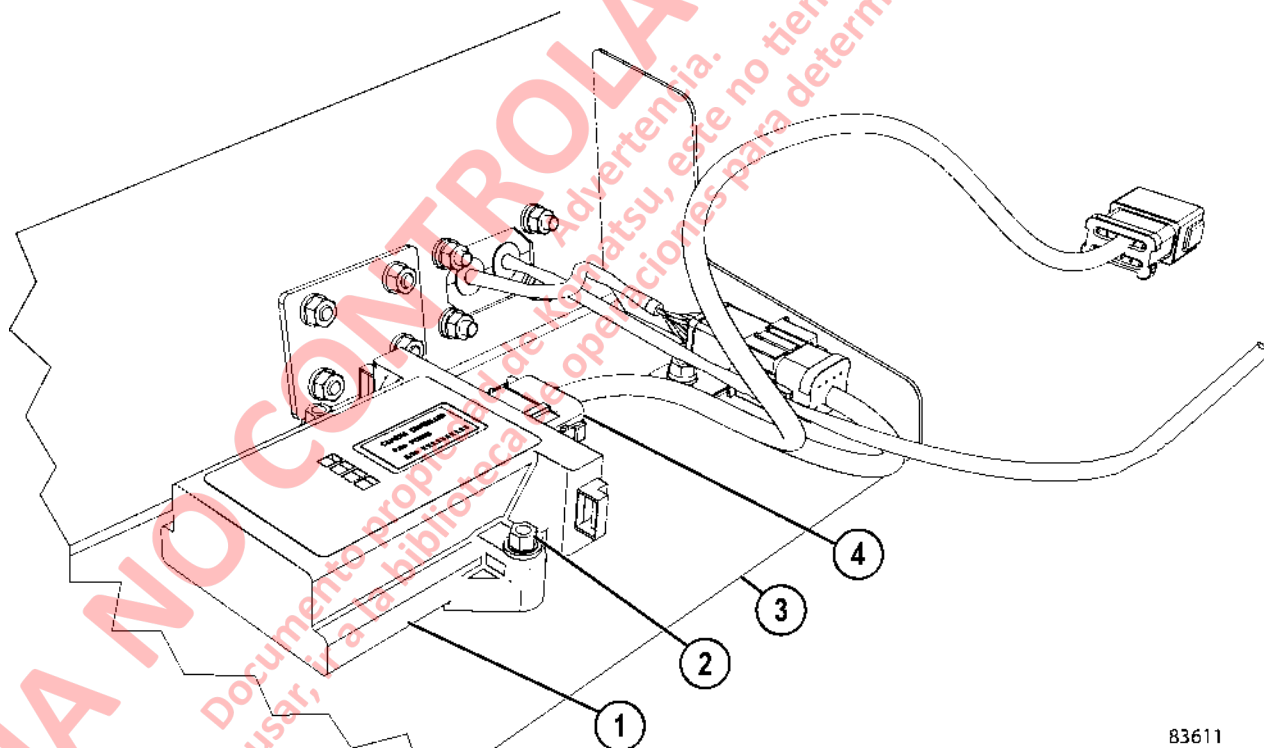

FIGURA 33-6. CONTROLADOR DE LA CAMARA
Controlador de cámara (1, figura 33-6) se encuentra dentro de la cabina en el compartimiento de arriba. El controlador de la cámara (1) determina qué cámara se muestra en el monitor de la cámara basado en las aportaciones de la señal de vuelta, velocidad del camión y la posición de la palanca de control direccional. El controlador de la cámara es de dimensiones con el software que contiene la lógica correcta. Si falla el dispositivo, debe sustituirse por una nueva unidad. No hay ningún software para instalar o actualizar el controlador de la cámara.
1. Coloque el nuevo controlador de cámara (1, figura 33-6) en posición y fije con montaje de herraje (2).
2. Conecte el conector del arnés (4) al controlador de la cámara.